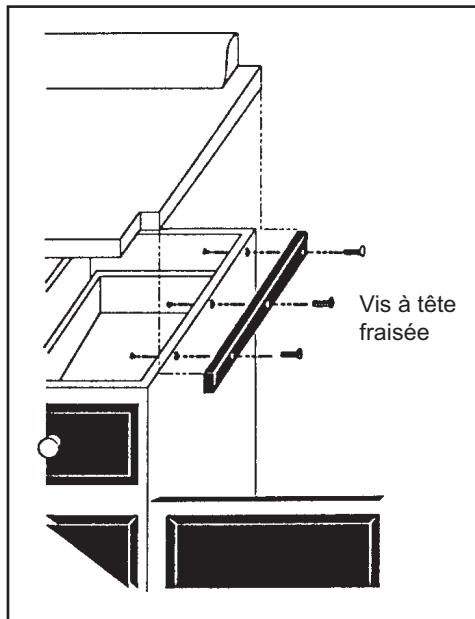
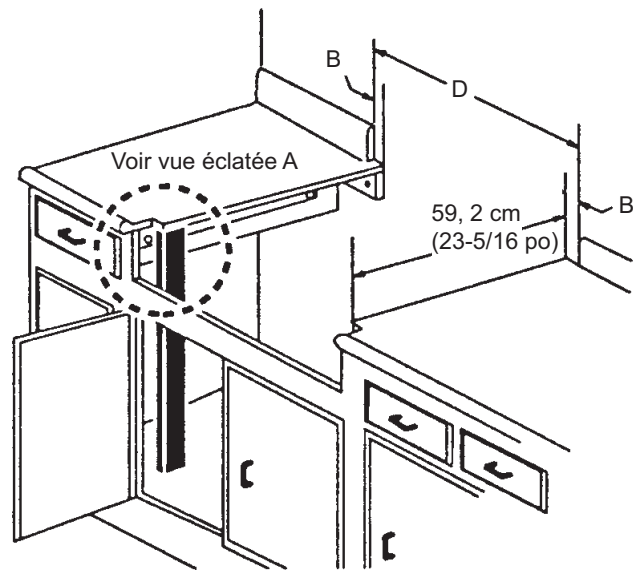

Figure 2 : Installation de supports latéraux (des deux côtés)
Figure 3 : Installation murale avec rebord de plan de travail
3. La table de cuisson est conçue pour être accrochée au plan de travail par ses brides latérales. Le plan de travail doit toutefois être suffisamment solide pour porter ce appareil. Il sera éventuellement nécessaire d'ajouter un tasseau de chaque côté (voir Figure 2) ou 2x4 montants d'angle (voir Figure 3 et Figure 4 et la vue Éclatée A). L'autre possibilité est de construire un plan de support pour y installer la table de cuisson.
4. La table de cuisson peut être installée sur plusieurs positions, avec la partie frontale au même niveau que le plan de travail ou en projection avant, selon la profondeur de ce plan (voir Figure 5, vue latérale de la table de cuisson; voir Figure 3, Figure 4, Figure 6 et Figure 7 pour les autres positions de montage).
- Installation murale, voir Figure 3.
- Si vous avez d'un ou des deux côtés des parois latérales pleines d'armoires, vous devrez encocher le coin avant de l'armoire pour l'adapter à l'encoche du plan de travail et laisser l'espace à la partie frontale de la table de cuisson (voir vue Éclatée A, Figure 3 et Figure 4).